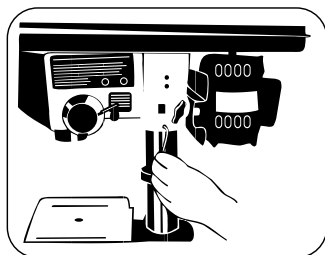

FIGURA 7.5
- Apriete los dos conjuntos de tornillos localizados al lado derecho del Conjunto Cabezal, usando la llave Hexagonal **0** (Figura 7.5).